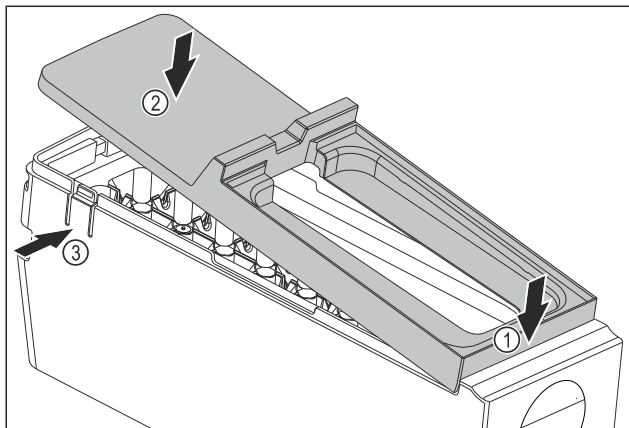

Fig. 195
- ▶ Abdeckung des EasyTwist-Ice-Korpus montieren: Abdeckung vorne ansetzen. Fig. 195 (1)
- ▶ Abdeckung hinten absenken. Fig. 195 (2)
- ▷ Abdeckung rastet hörbar in beiden Laschen Fig. 195 (3) ein.